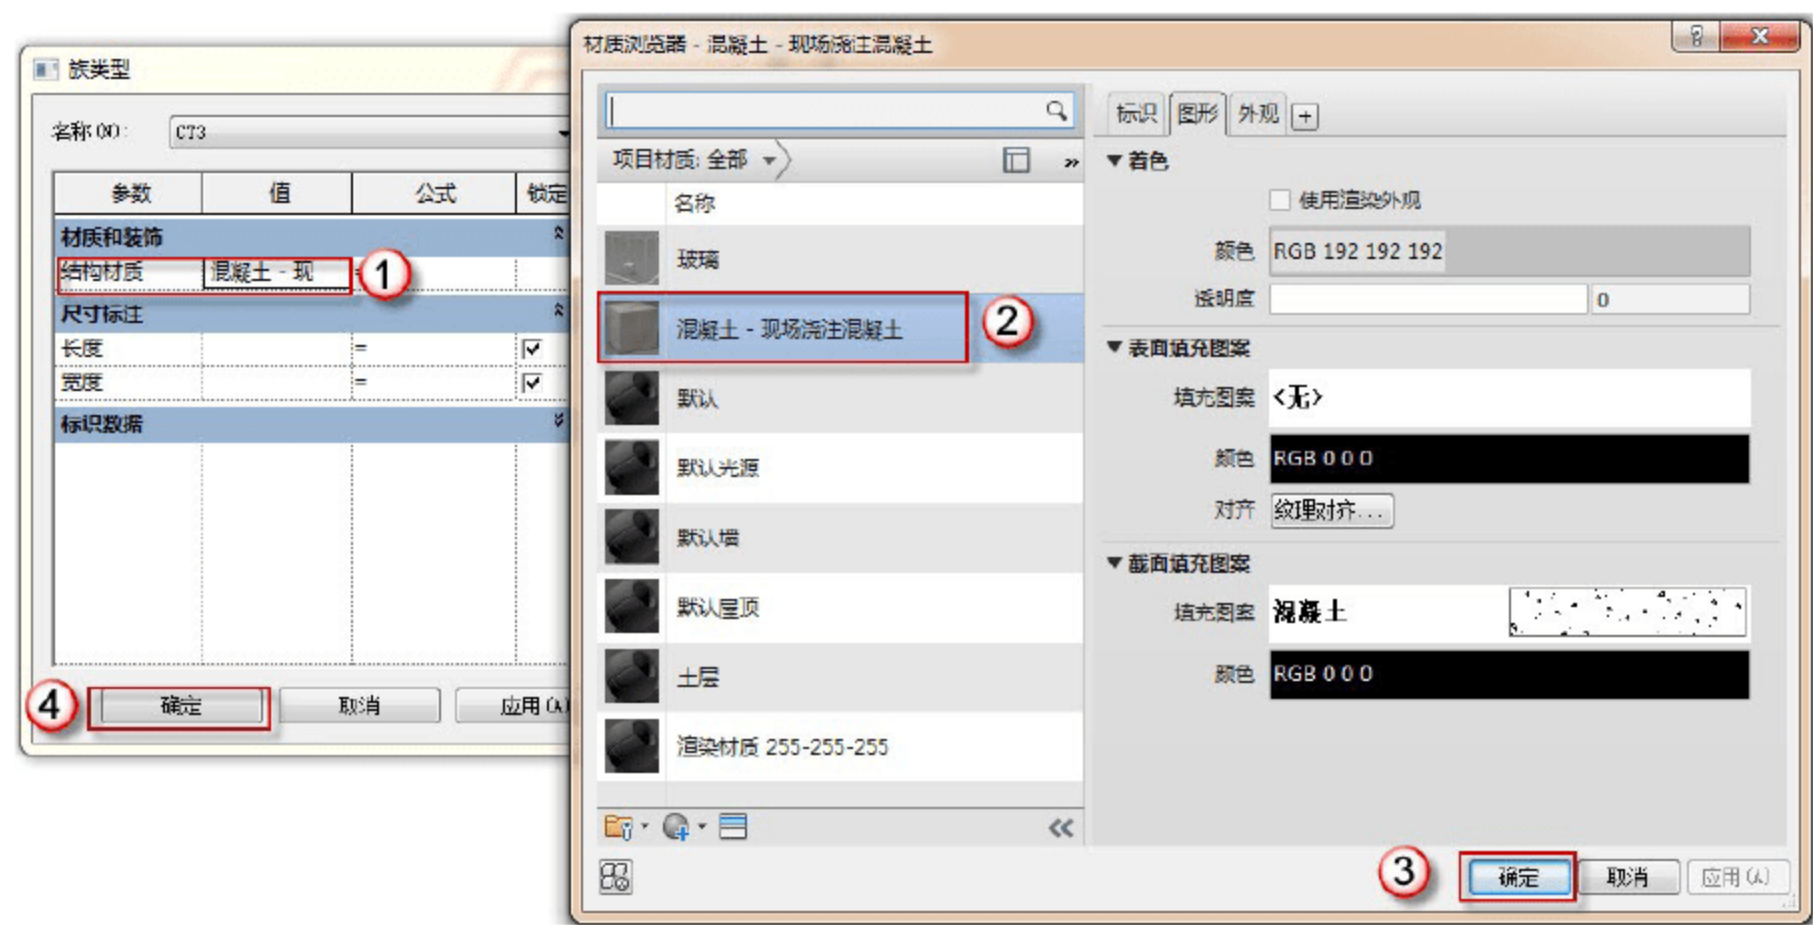

图 2.1.60 添加结构材质
(8) 添加结构材质，单击“族类型”按钮，在弹出的“族类型”对话框中，单击“结构材质”按钮，在弹出的“材质浏览器”对话框中，依次单击“混凝土-现场浇注混凝土”→“确定”按钮，如图 2.1.60 所示。